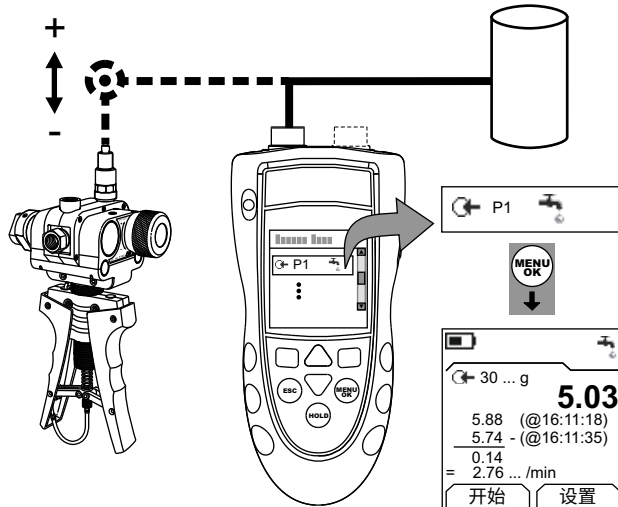

图 3：配置示例 — 泄漏测试
1. 连接仪表（图 3），如果有必要，调整 Set Up（设定）（表 1）。